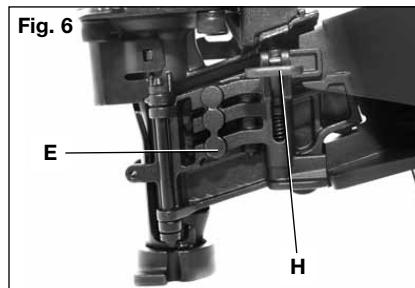

Fig. 6
- Cierre la puerta del depósito (I) por completo.
- Cierre la puerta guía para clavos (H) asegurándose de que el pestillo de la puerta (E) esté trabada por completo, como se muestra en la Fig. 6.